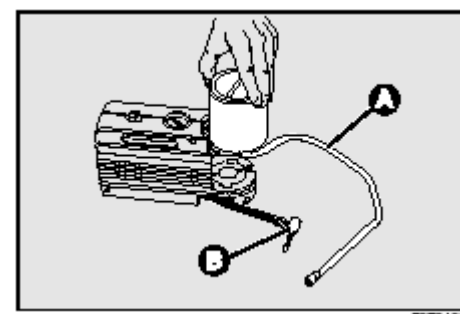

рис. 21
- отсоединить соединение **В-рис.21**;